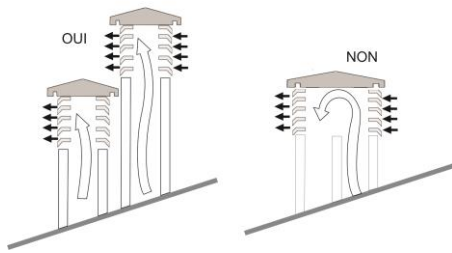

Fig.3
- dans le cas où des conduits d'évacuation avec des sorties parallèles seraient utilisés, il est conseillé de surélever d'un cran le conduit à contrevent (fig. 3).